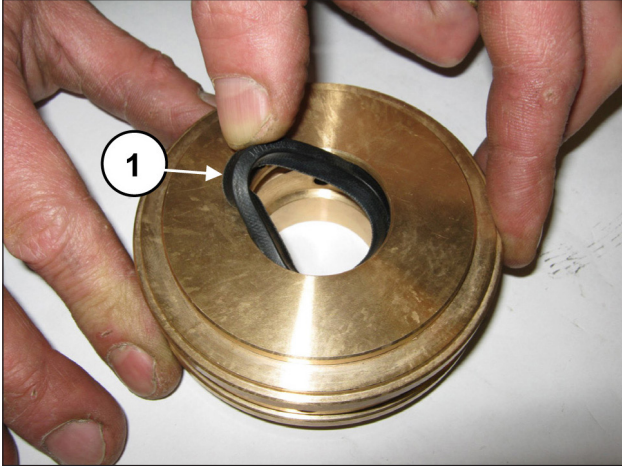

图 181
将低压密封圈插入密封圈底座（位置①，图 181），注意安装方向，密封唇应朝向前（朝向泵）。